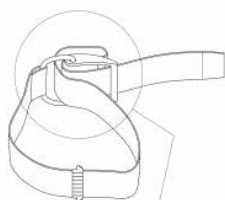

fig. 2-4
1. Faites tourner la boucle jusqu'à ce qu'elle s'enclenche en position ouverte. Glissez la sangle autour de la boucle en plastique comme indiqué sur le schéma (fig. 2-4), humidifiez la sangle avant de la positionner et de la fixer sur la bouteille, et réglez sa longueur (fig. 2-7).